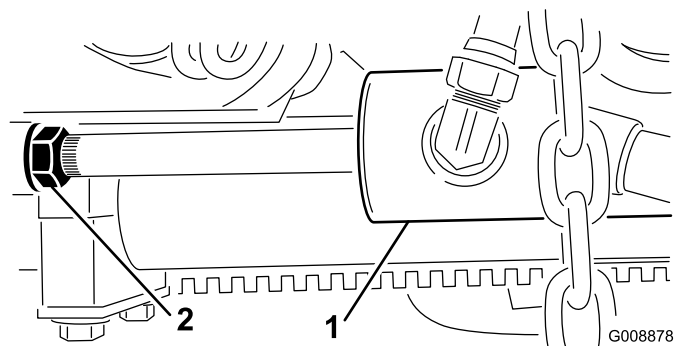

Figura 29
2. Slăbiți contrapiulița de pe tijă cilindrului de ridicare (Figura 29).